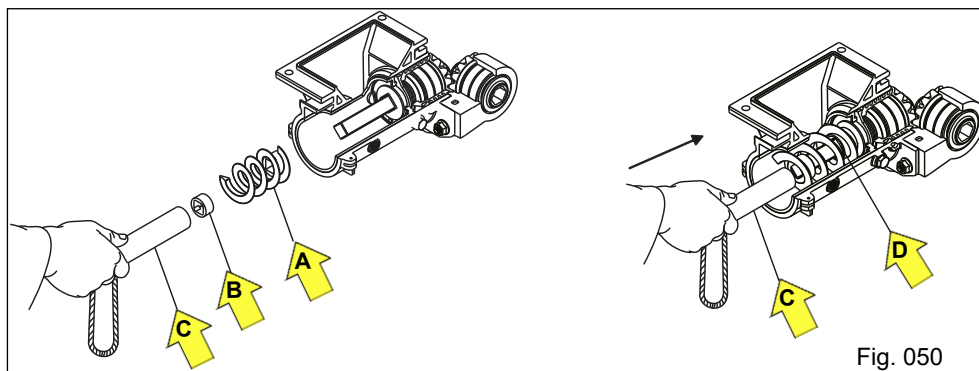

Fig. 050
c) Após a limpeza ou substituição, coloque a rosca sem fim "A", juntamente com o anel trava "B", através do tubo fixador "C", observando que a rosca sem fim e o anel trava fique bem posicionados na base do eixo acionador "D" (Fig. 050).